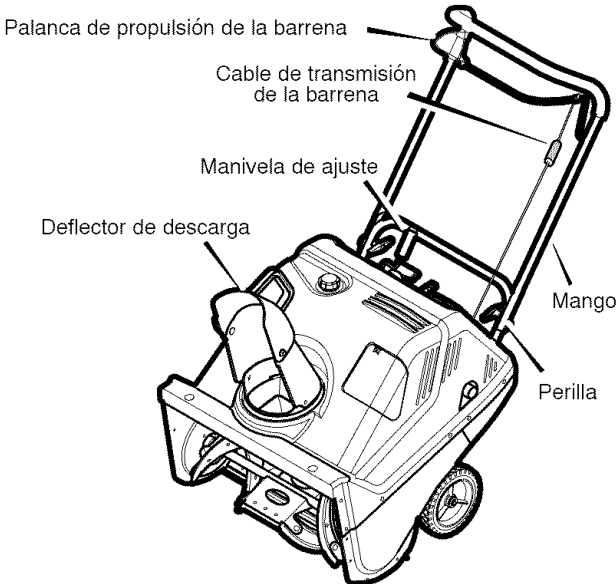

Figura 1
La Figura 1 muestra el quitanieves en la posición de operación.
1. Quite las **perillas en "T"** y los pernos en "U" (Figura 1).
4. Conecte el **cable de propulsión de la barrena** a la **palanca de propulsión de la barrena** (Figura 1).